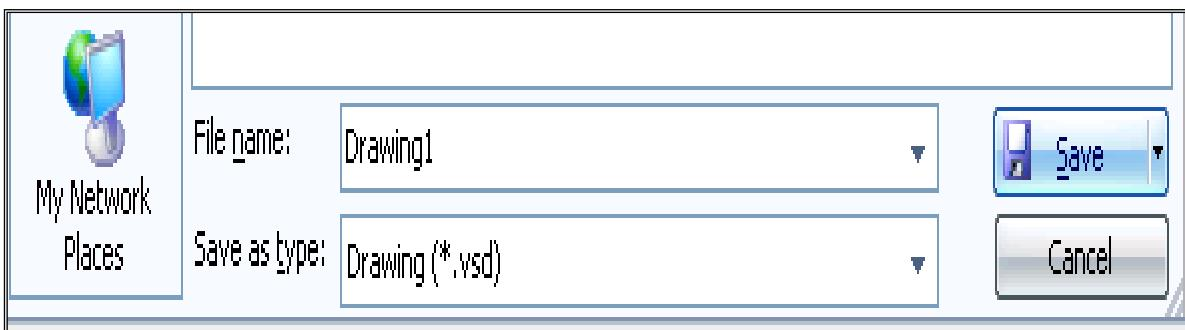

Рис.62. Сохранение файла в формате редактора
19. В программе Visio возможно сохранение рисунков во множество графических форматов. По умолчанию файлы сохраняются в формате Drawing (Рис. 62). Сохранить рисунок в разных форматах: 1) в собственном формате редактора - с помощью команды File – Save As в диалоговом окне «Сохранение» в поле “Save as type:” выбрать тип файла *.vsd (по умолчанию).